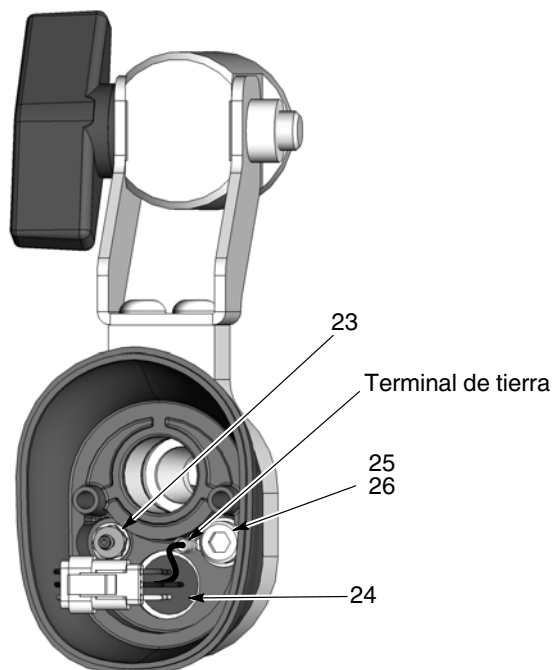

Figura 15 Desmontaje de la pistola - Sustitución del receptáculo para cable y del racor dentado
5. Insertar un destornillador plano pequeño en la ranura de los conectores del cableado y separar el cableado del receptáculo (24) del cableado de la fuente de alimentación.
6. Ver la figura 15. Desconectar el tubo de limpieza de aire transparente del racor dentado (23) dentro del cuerpo posterior.
- a. Ver la figura 15. Utilizar una llave hexagonal de 4 mm para extraer el tornillo de cabeza hexagonal (25) y la arandela (26) y desconectar el terminal de tierra.
- g. Ver la figura 15. Conectar el terminal de tierra a la tapa final utilizando el tornillo de cabeza hexagonal y la arandela (25, 26).
16. Ver la figura 15. Conectar el tubo de limpieza de aire al racor dentado, y el cableado de la fuente de alimentación al cableado del receptáculo para cable.